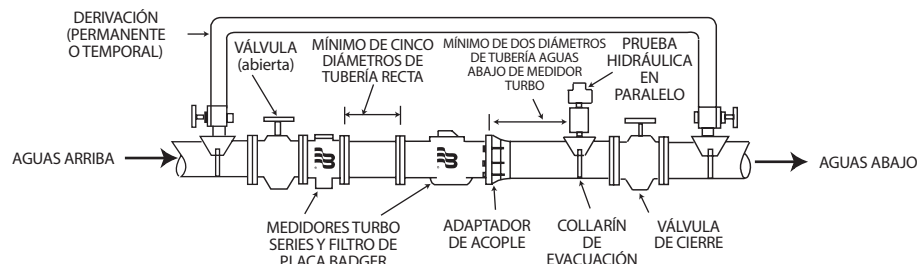

Figura 1: Instalación de medidores recomendada
Los procedimientos para la instalación de los medidores Turbo Series Recordall son en esencia los mismos que para todos los tamaños de medidor. Todas las instrucciones especiales necesarias para la instalación o la conexión de dispositivos accesorios, como filtros o tecnologías AMR/AMI, se incluyen en la documentación para esos dispositivos. Figura 1 muestra una instalación de medidor recomendada.
- ◊ Al instalar el medidor con un filtro de placa separado o un filtro integral, se recomienda un mínimo de diámetro de tubería 5 de tubo recto y sin obstrucción aguas arriba del medidor. Para lograr una protección y una precisión óptimas, la pieza del carrete del tubo recto se debe instalar entre el filtro separado y el medidor (vea la Figura 1). Se recomienda un mínimo de 10 diámetros de tubo (mínimo de 25 diámetros de tubo para tamaño más pequeño) de tubería recta sin obstrucción aguas arriba de un medidor instalado sin filtro de placa. No obstante, se desaconseja la eliminación de un filtro. Esto permite la amortiguación de las distorsión del perfil de velocidad ocasionadas por codos, bombas y colectores de suciedad aguas arriba del medidor. En los casos en que se creen flujos espirales por los codos tridimensionales o las bombas giratorias, resulta beneficiosa una distancia adicional para amortiguar el efecto. Si se usa un filtro en cesta o tipo Y, colóquelo 5 a 10 diámetros de tubo del medidor para amortiguar las distorsiones del perfil de velocidad creados por este diseño.